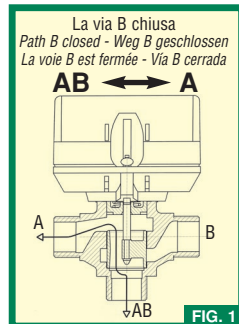
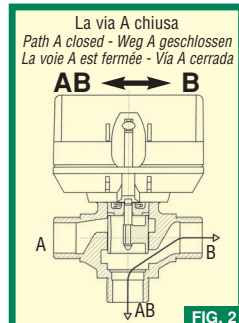

FIG. 1
FIG. 2
**FUNZIONAMENTO** Tutte le parti mobili e le tenute della valvola sono assemblate in una cartuccia. La tenuta ermetica delle vie è garantita da O-Rings sulla superficie esterna del pistone. Quando lo stelo della valvola è in posizione bassa, la valvola è aperta e il flusso passa attraverso i fori dell'otturatore cilindrico (Fig.1). Quando, invece, lo stelo è in posizione alta il flusso è bloccato (Fig. 2). La commutazione fra una via e l'altra avviene in circa 6 secondi.
**FUNCTION** All moving parts and the seals of the valve are assembled in a cartridge. O-rings on the outer surface of the piston guarantee a hermetic seal of valve ports. When the valve stem is in its low position the valve is open and the flow passes and through the holes in the cylindrical shut-off (Fig. 1). When the stem is in its high position the flow is blocked (Fig. 2). Switchover from one path to the other takes about 6 seconds.
**FUNKTIONSWEISE** Alle beweglichen Teile und die Ventildichtungen sind in einer Kartusche zusammengefaßt. Die hermetische Abdichtung der Wege wird von O-Ringen auf der Außenfläche des Kolbens garantiert. Wenn der Ventilschaft unten ist, ist Weg B geschlossen und die Strömung fließt durch die Öffnungen des zylindrischen Schiebers in die Wege A und AB (Abb. 1). Wenn der Schaft ganz oben ist, ist der Fluß in Weg A gesperrt und die Strömung fließt in Weg B und AB (Abb. 2). Das Umschalten zwischen einem Weg und dem anderen erfolgt in ca. 6 Sekunden.
**FONCTIONNEMENT** Toutes les pièces mobiles et les garnitures de la vanne sont assemblées en une seule cartouche. L'étanchéité des voies est assurée par des joints toriques sur les parties extérieures du piston. Quand la tige de la vanne est en position basse, la voie B est fermée, le flux a lieu dans les voies A et AB, passant ainsi à travers les trous de l'obturateur cylindrique (Fig. 1). Par contre, quand la tige est en position haute, le flux est bloqué dans la voie A et a lieu dans les voies B et AB (Fig. 2). La commutation d'une voie à l'autre s'effectue en 6 secondes environ.
**FUNIONAMIENTO** Todas las partes móviles y las juntas de la válvula están ensambladas en un cartucho. El sellado hermético de las vías está garantizado por las juntas tóricas que se encuentran en la superficie externa del pistón. Cuando el tallo de la válvula está en posición baja, con la vía B cerrada, el caudal fluye por las vías A y AB, pasando a través de los orificios del obturador cilíndrico (Fig. 1). Por el contrario, cuando el tallo está en posición alta, el caudal queda bloqueado en la vía A y fluye por las vías B y AB (Fig. 2). La conmutación entre una y otra vía se produce en aproximadamente 6 segundos.